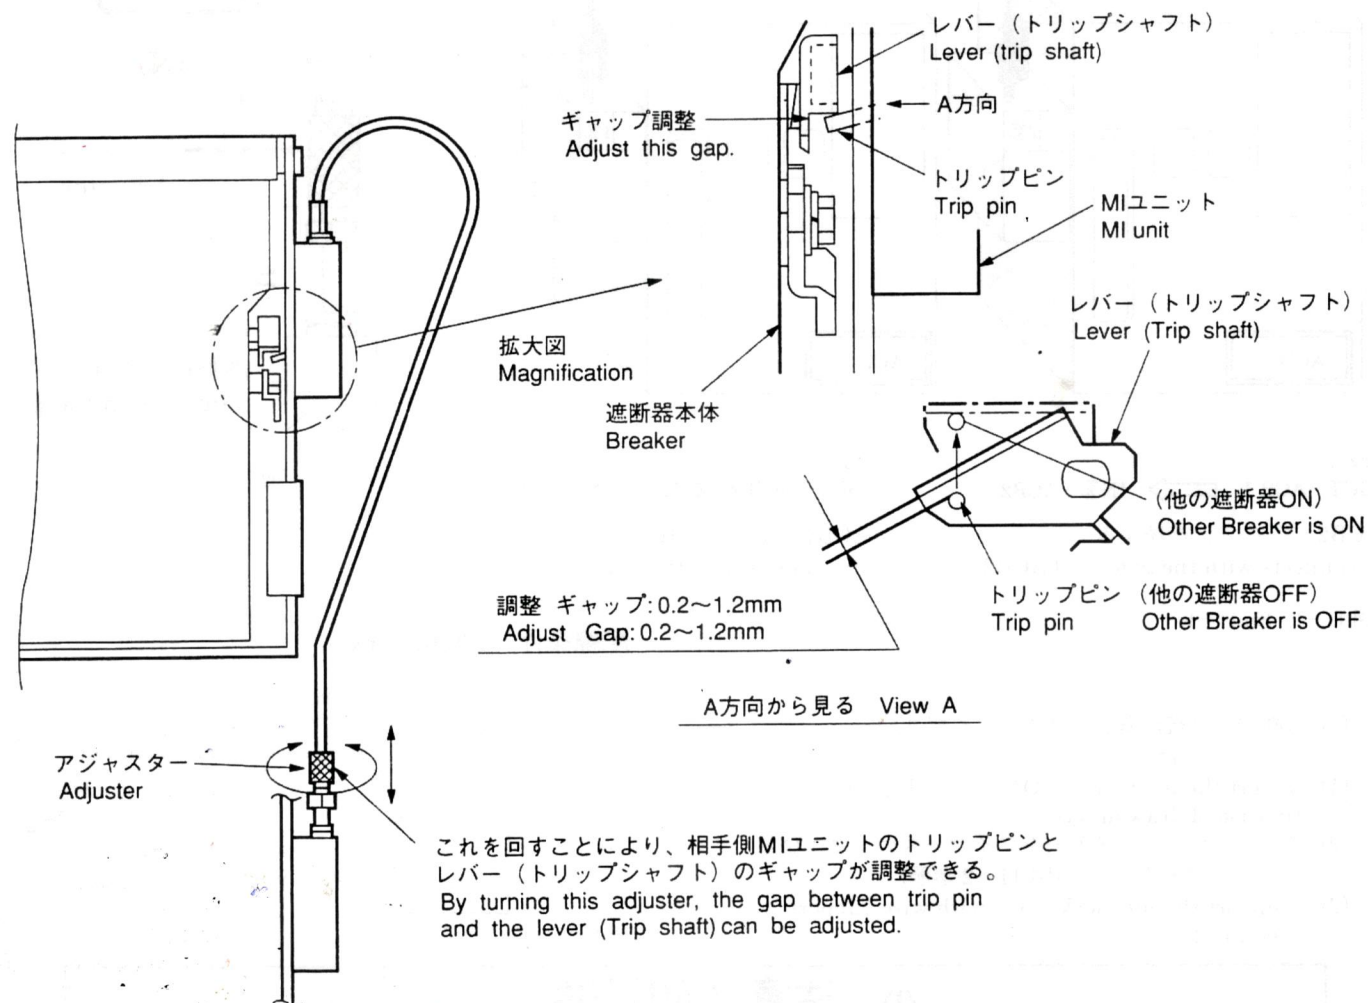

図 12-1 Fig.12-1
Make sure to adjust the gap between the Lever (trip shaft) and the Trip pin (See Fig.12-1) otherwise problems may occur with the motion of the interlock.
| <p>(3) 遮断器は2台とも OFF にしてください。</p> <p>(4) 全てのアジャスターを調整代の中央位置 (調整初期位置) まで締めこむ。(図 11-3 参照)</p> <p>(5) ACB1 のトリップピンとレバー (トリップシャフト) の間のギャップを調整します。</p> <p>アジャスター 1 ② でギャップを調整します。</p> <p>* まず、アジャスターを反時計方向に回し、必ず一度ギャップをゼロにしてください。</p> <p>次に、時計方向に回してギャップを 0.2~1.2mm に調整してください。</p> <p>(図 12-1 参照)</p> | <p>(3) Make sure that the two ACBs are OFF position.</p> <p>(4) All adjusters are tightened to a central position of the adjustment fee (adjusting initial position).(See Fig.11-3)</p> <p>(5) Adjust the gap between the trip pin of the MI unit and the Lever (trip shaft) of ACB1 by using adjuster 1②.</p> <p>Turn the adjuster counterclockwise. And confirm the gap is zero.</p> <p>Then turn the adjuster clockwise to adjust the gap as follows. The gap : 0.2~1.2mm(See Fig.12-1)</p> |
次に、時計方向に回してギャップを 0.2~1.2mm に調整してください。(図 12-1 参照)
Then turn the adjuster clockwise to adjust the gap as follows. The gap : 0.2~1.2mm (See Fig.12-1)